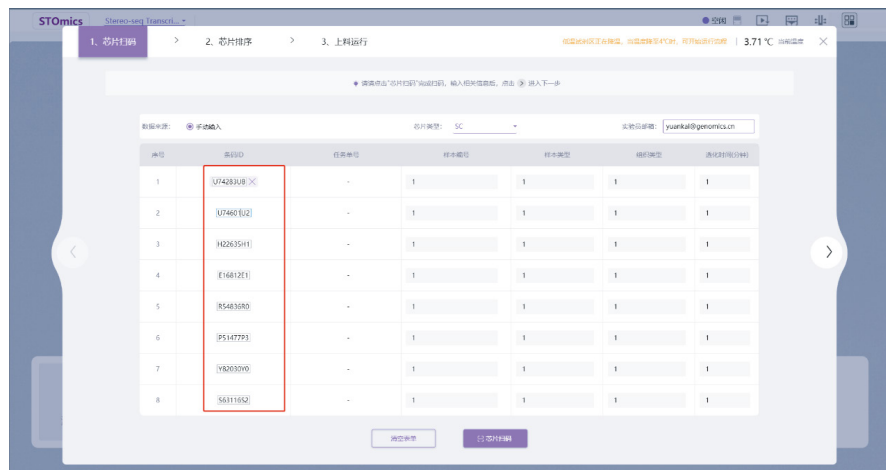
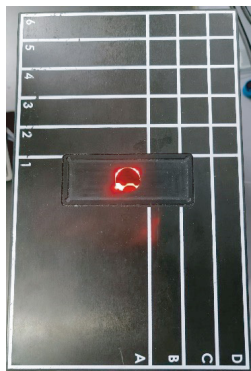
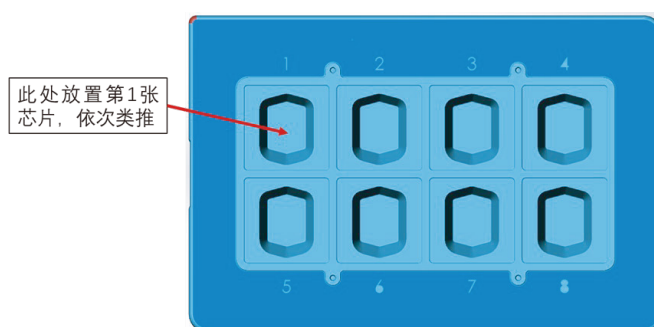
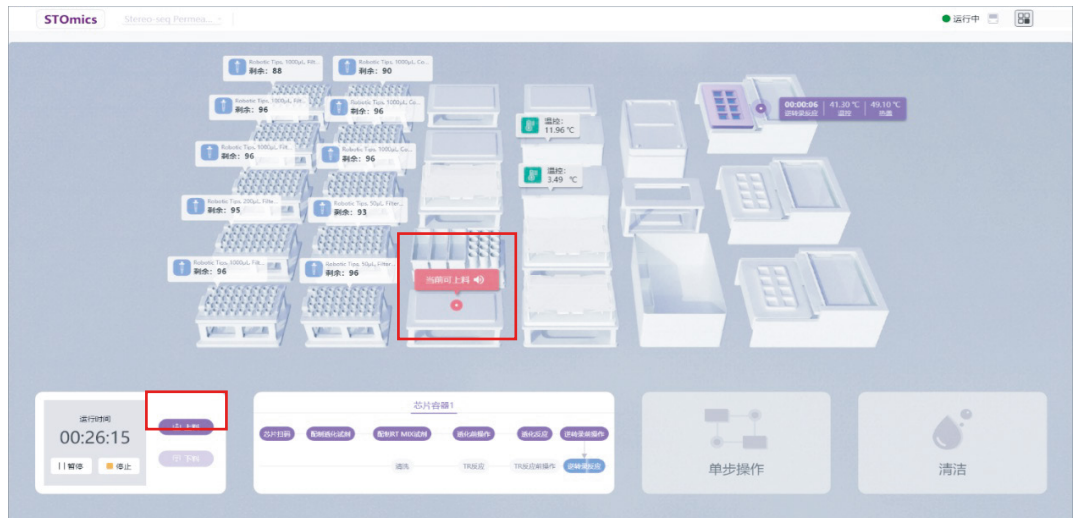

图 2-9 STOmics 软件芯片信息录入
图 2-10 外部扫码器俯视图及侧视图
图 2-12 芯片容器放置示意图
图 2-16 STOmics 软件提示可多板上样
- b. 信息录入: 点击“流程运行”后,将进入“芯片扫码”界面,录入实验信息。界面如图 2-9 所示。
A. 扫码输入: 把芯片容器放在外置扫码器上(图 2-10 和图 2-11), 点击页面下方的“芯片扫码”按钮(图 2-9), 便可以读取芯片底部的编号, 机器读取到的编号会显示在软件中。手动转移芯片容器, 按孔位 1-8 (如图 2-12 所示)的顺序依次读取芯片编号;
5. 请按照透化时间“由短至长”的顺序在 1-8 号孔位 (见图 2-12) 依次放置芯片。同一行相邻孔位, 可为相同透化时间, 若相邻孔位为不同透化时间, 则最小时间间隔为 **3 min**, 跨行先后两个孔位可以为相同透化时间 (即: 第 4 号孔与第 5 号可设置相同的透化时长), 跨行不同透化时间最小时间间隔是 **4.5 min** (即: 第 4 号孔与第 5、6、7 或 8 号孔有时长差”, 则不得少于 **4.5 min**);
6. 请将芯片信息录入页面(图 2-9)中所有信息录入(即:样本编号、样本类型、组织类型、透化时间、芯片类型及实验员邮箱)，否则软件无法跳转下一步。
- b. 将装有芯片的芯片容器按照图 2-12 所示的正确方向（芯片容器编号 1 在左上角）放置在上料区（模块所在区可参见图 2-14）；
- a. 多板上样准备：当第一板芯片容器流程运行至“逆转录反应”或“TR 反应”阶段时，机器会发出蜂鸣声,软件弹窗提示“当前可上料”,如图 2-16 所示。此时点击软件页面左下方的“上料”按钮,即可进入“芯片扫码”页面(如图 2-9)。上样前准备操作与之前一致,可参考说明书 2.5 章中的(1)-(3)小节；